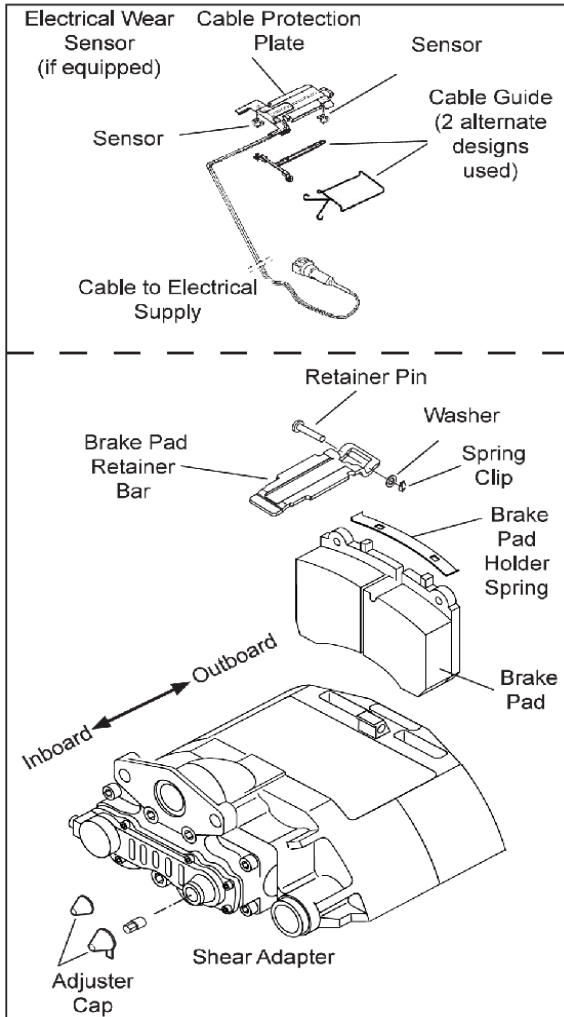

Figure 5 : Remplacement de la plaquette de frein
6. En poussant la barre de retenue de la plaquette de frein, retirez l'agrafe élastique, la rondelle, la goupille de retenue et la barre de retenue de la plaquette de frein. Reportez-vous à la **figure 5**.